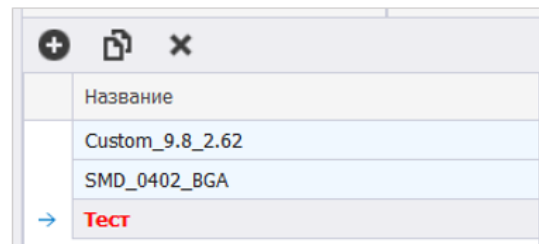

Рис. 51 Ввод названия фигуры
5. Ввести название создаваемой фигуры в появившейся строке, см. Рис. 51.